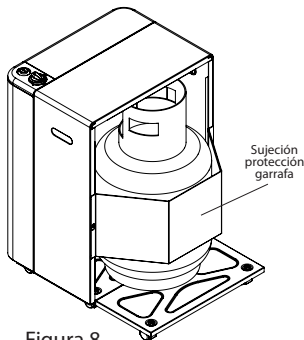

Figura 8
6.- Asegure la garrafa colocando la sujeción de protección (Figura 8).